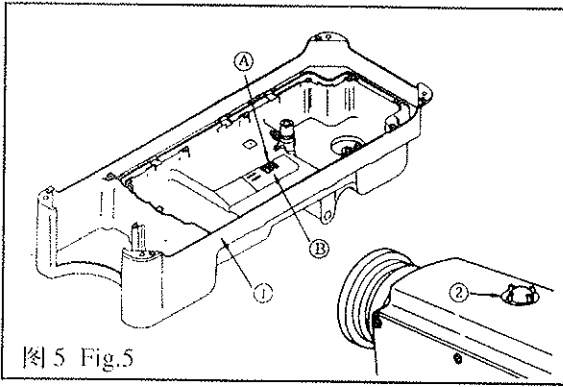
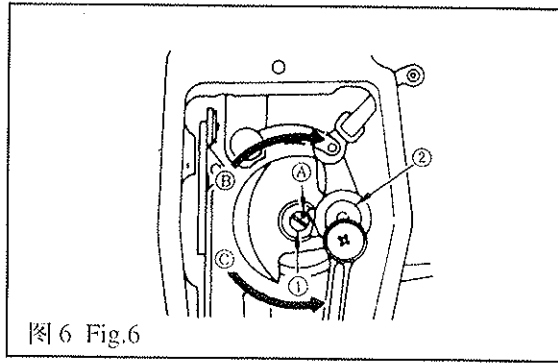

图 5 Fig.5
图 6 Fig.6
2. 机器的润滑(图 5、图6)
2. LUBRICATION (Fig.5, Fig.6)
1. 润滑须知:(图 5)
- 1) 向油盘①内加缝纫机油(10号白油)至HIGH记号部位A。(图5)
- 3) 加油后, 开动机器, 应看到油液飞溅到油窗②上, 说明润滑正常。
2. 调节面部油量:(图6)
1. Information on lubrication (Fig.5)
2. Adjusting the amount of oil supplied to the face plate parts (Fig.6)